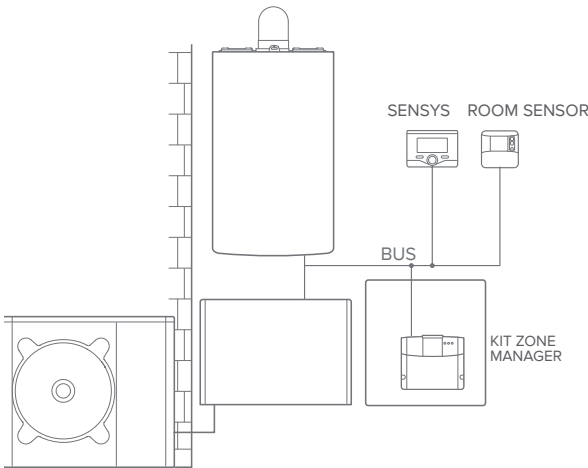

рис. 9
### Активация служб ТД и ТК в гибридной системе с не более чем 2 гидравлическими контурами, управление которой осуществляют устройства, подключенные по шине BridgeNet (рис. 9)
3. Лёгким нажатием установите крышку (рис. 9).